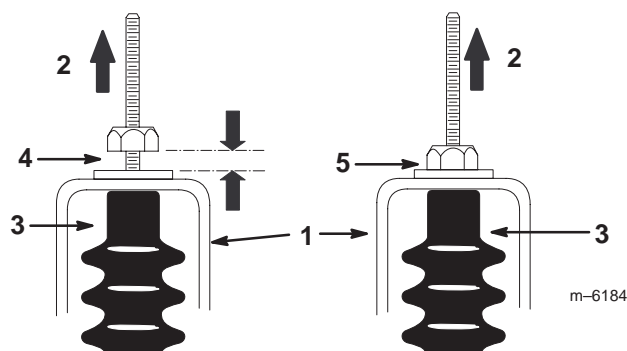

Bild 19
5. Ziehen Sie jeden Schaltzug nach oben, um sicherzustellen, dass zwischen der Mutter/Scheibe und der Neutralhalterung kein Abstand besteht (Bild 19). Ziehen Sie die Mutter fest, wenn ein Abstand besteht.